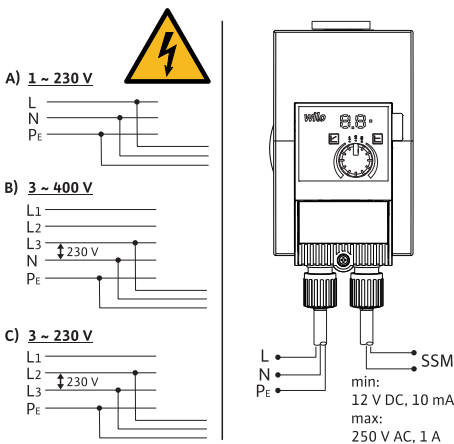

Fig. 3: Aansluitmogelijkheden
- Aansluiten op laagspanningsnetten met 230 V. Bij aansluiting op IT-netwerken (Isolé Terre-aardingsysteem) altijd zorgen dat de spanning tussen de fases (L1-L2, L2-L3, L3-L1 → Fig. 3) niet hoger wordt dan 230 V.